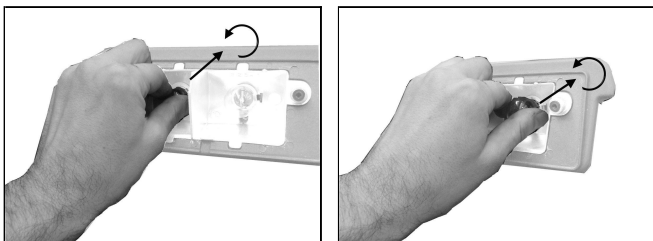

Abbildung 2
- Die Glühlampe ausbauen, indem man sie 1/4 Umdrehung entgegen dem Uhrzeigersinn dreht (Abbildung 2)